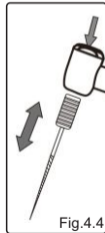

Fig.4.4
- 1) Pressione o botão da cabeça do contra-ângulo (Fig. 4.4) e encaixe a lima na cabeça.